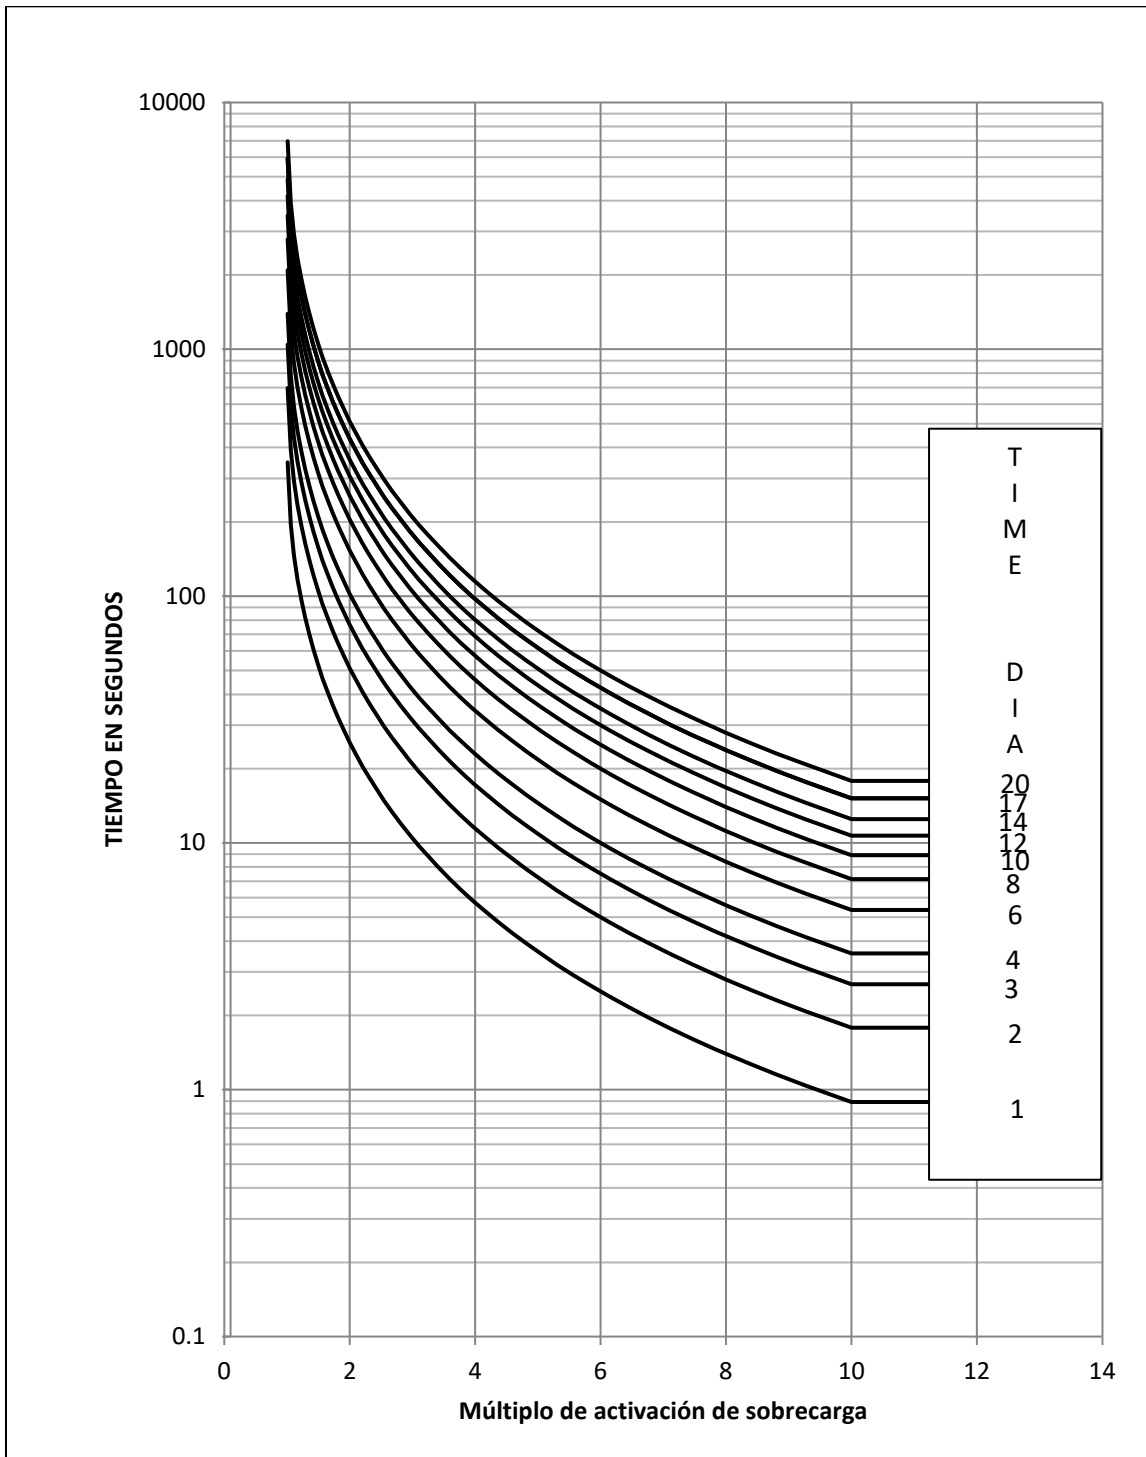

Figura 84-41. Curvas estándar
- **Sobrecarga:** en forma predeterminada, el modelo térmico comienza el cronometraje hasta un disparo, cuando la corriente efectiva del motor supera el SF (Factor de servicio) • FLA (Amperios de carga completa). El ajuste Sobrecarga establece el nivel de activación entre el 90 y el 120 por ciento de SF • FLA si es necesario para la aplicación del motor; lo que da como resultado una ecuación de activación total de  $S \cdot SF \cdot FLA$ . En este ejemplo, Sobrecarga (S) se deja como ajuste predeterminado en 1,00.
- **Dial de tiempo de curva estándar:** examine los datos del fabricante del motor y seleccione un dial de tiempo de curva para combinar estrechamente con la curva que se muestra en la Figura 84-31. Los límites térmicos del motor tienen tres partes según las tres condiciones operativas: 1) rotor bloqueado o bloqueo, 2) arranque o aceleración y 3) sobrecarga en funcionamiento. La curva de protección de sobrecarga se debe establecer ligeramente más baja que los límites térmicos brindados por el fabricante, con el fin de garantizar que el motor se dispare antes de alcanzar el límite térmico. Examine la Figura 84-41 para determinar el dial de tiempo de curva estándar que mejor se combine con la sobrecarga en funcionamiento del motor (porción superior de la curva). En este ejemplo, se elige la curva 4. Establezca Dial de tiempo de curva estándar en 4.